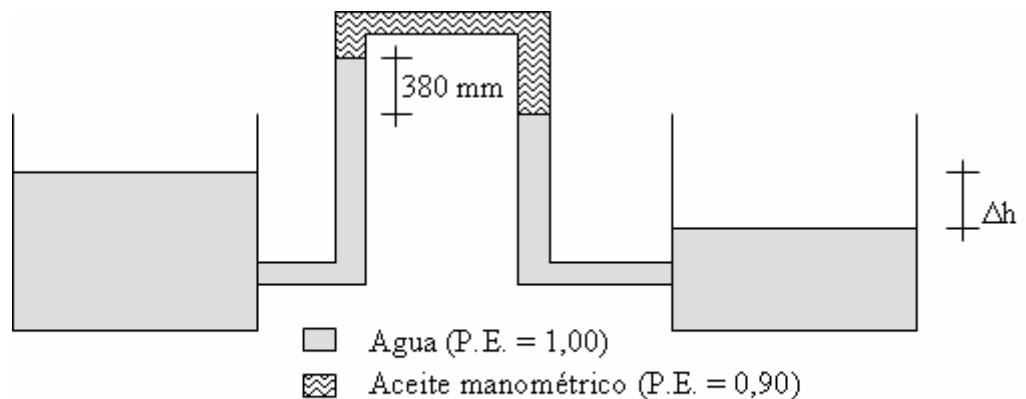

Figura 1.2
20. El manómetro mostrado en la Figura 1.2 utiliza como líquido manométrico aceite con una densidad relativa de 0,90 y permite medir la diferencia de nivel entre los dos tanques, tal como se indica. Si la presión ejercida sobre la superficie libre de cada tanque es la misma, determine la diferencia de nivel existente entre los dos tanques.